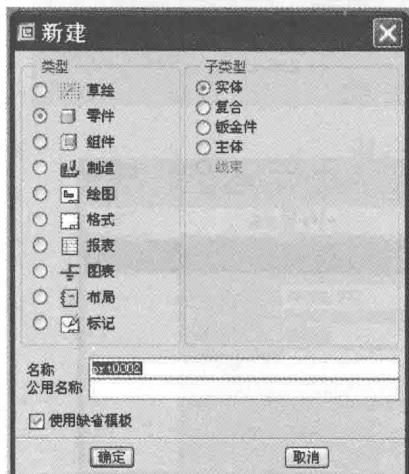
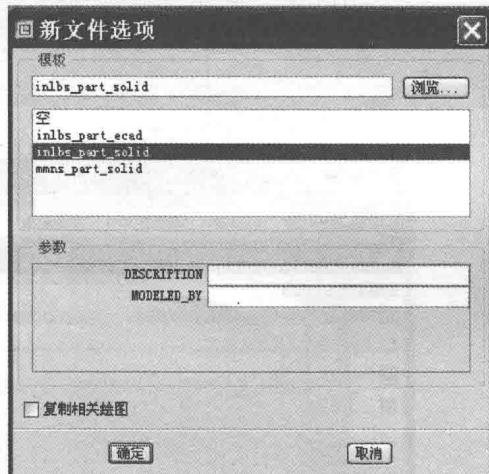

图 1-5 “新建”对话框
图 1-6 “新文件选项”对话框
① 新建。单击菜单“文件/新建”命令或单击“文件”工具栏中的 $\square$ 按钮，系统弹出如图 1-5 所示的“新建”对话框。
该对话框用于定义新建文件的类型、子类型和文件名称等，在图 1-5 中的“名称”文本框可以直接输入新文件名，选中“使用缺省模板”复选框表示创建新文件采用系统默认的单位、视图、基准等设置。如果不选此选项，系统将弹出图 1-6 所示“新文件选项”对话框，读者可以重新进行模板定义。